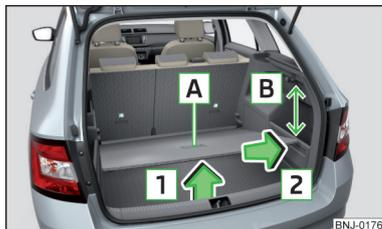

Fig. 108
- Agarrar el suelo de carga variable por el agarradero **A** » fig. 108.
- Al extraer o introducir el suelo de carga variable, respetar la distancia de 15 cm **B** » fig. 108 por debajo del borde de la cubierta enrollable. Existe peligro de dañar la junta de la tapa del maletero.